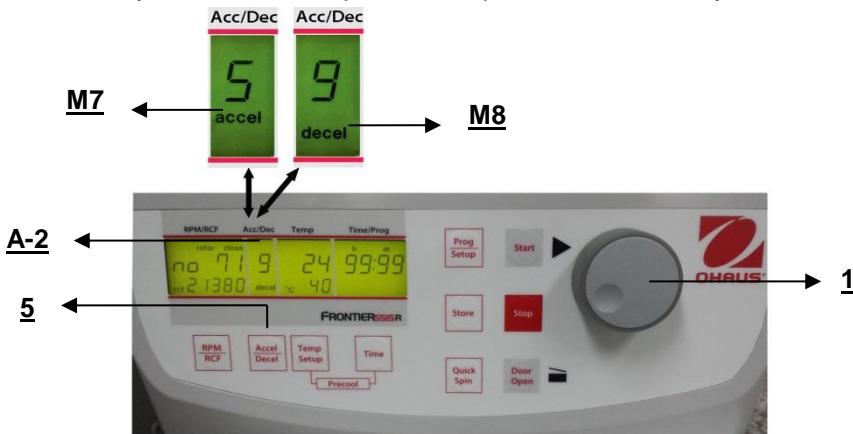

Figura 18
Esta función se activa con el botón "Accel/Decel" (5) (vea la Figura 18). Al presionar el botón una vez, destella la palabra "accel" (M7) en la pantalla "Acc/Dec" (A-2). La aceleración deseada puede preseleccionarse con la perilla de ajuste (1). El valor 0 equivale a la menor y el valor 9 a la mayor aceleración. Al presionar dos veces el botón "Accel/Decel" (5), la pantalla "Acc/Dec" (A-2) muestra la palabra "decel"(M8). Ahora puede preseleccionarse la intensidad del freno con la perilla de ajuste (1). El valor 9 equivale al más corto y el valor 0 al tiempo de freno más largo posible.